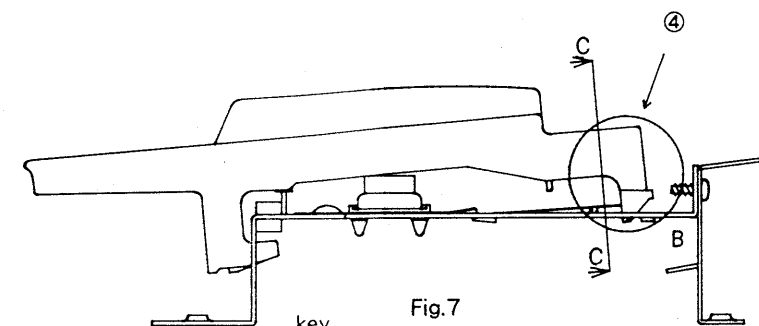
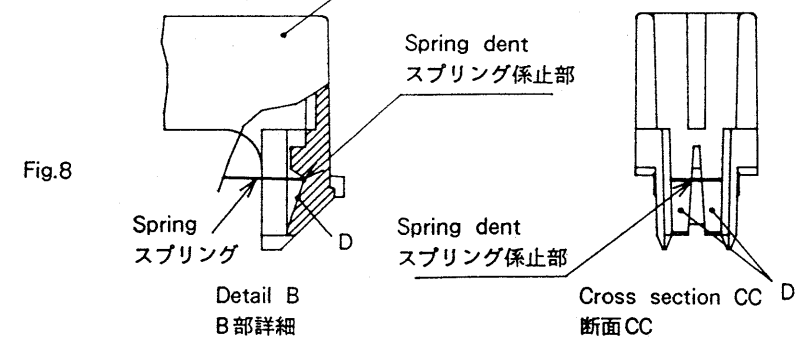

Fig.7
Fig.8
2. Referring to Fig.7 and Fig.8, fit the spring in the spring dent and press the key in the direction of ④.
2. Fig.8 に示すようにスプリングをスプリング係止部にあて、Fig.7 の方向④にキーを押し込む。
Firmly rest the spring on the spring dent (Fig.8). Don't let the spring stop at the slope D or else the key touch will differ from the previous sensitivity.
注) スプリングを Fig.8 に示すスプリング係止部に確実に係止させてください。スプリングが斜面Dに止まっていると、正常なキータッチが得られません。